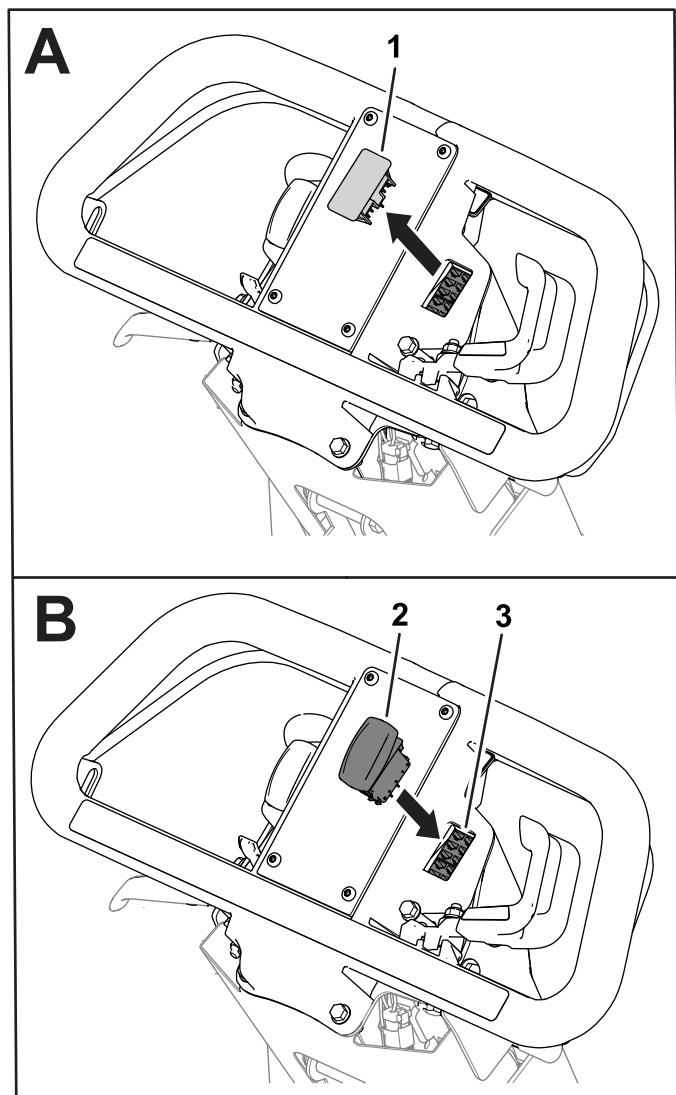

Figura 3
1. Rimuovete il tappo dalla stegola (Figura 3).
2. Collegate l'interruttore con il connettore a 8 prese del cablaggio preassemblato (Figura 3).